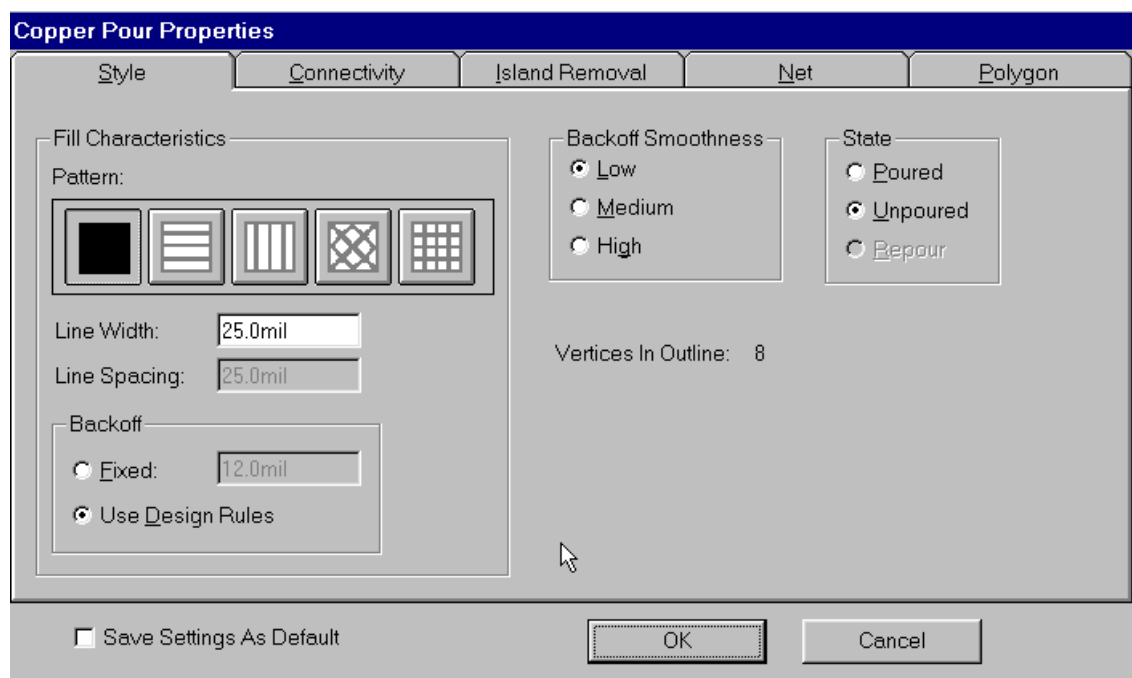

Рис. 9-50. Задание стиля области заливки
2) После указания границ области заливки необходимо перейти в режим выбора объектов (кнопка ) , выделить область заливки щелчком левой кнопки мыши и через контекстное меню перейти в окно ее свойств (рис. 9-50).